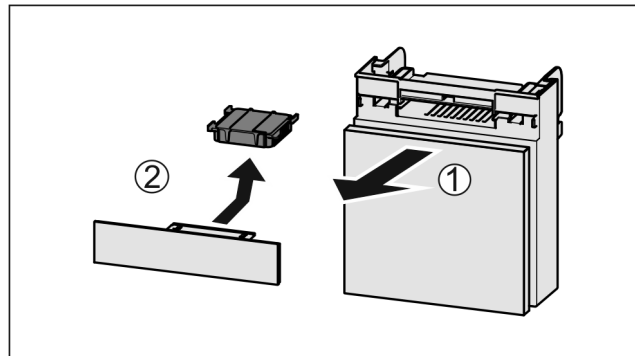

Fig. 120
- Потягніть Fig. 120 (1) відділення вперед.
- Витягнути Fig. 120 (2) фільтр з активованого вугілля.